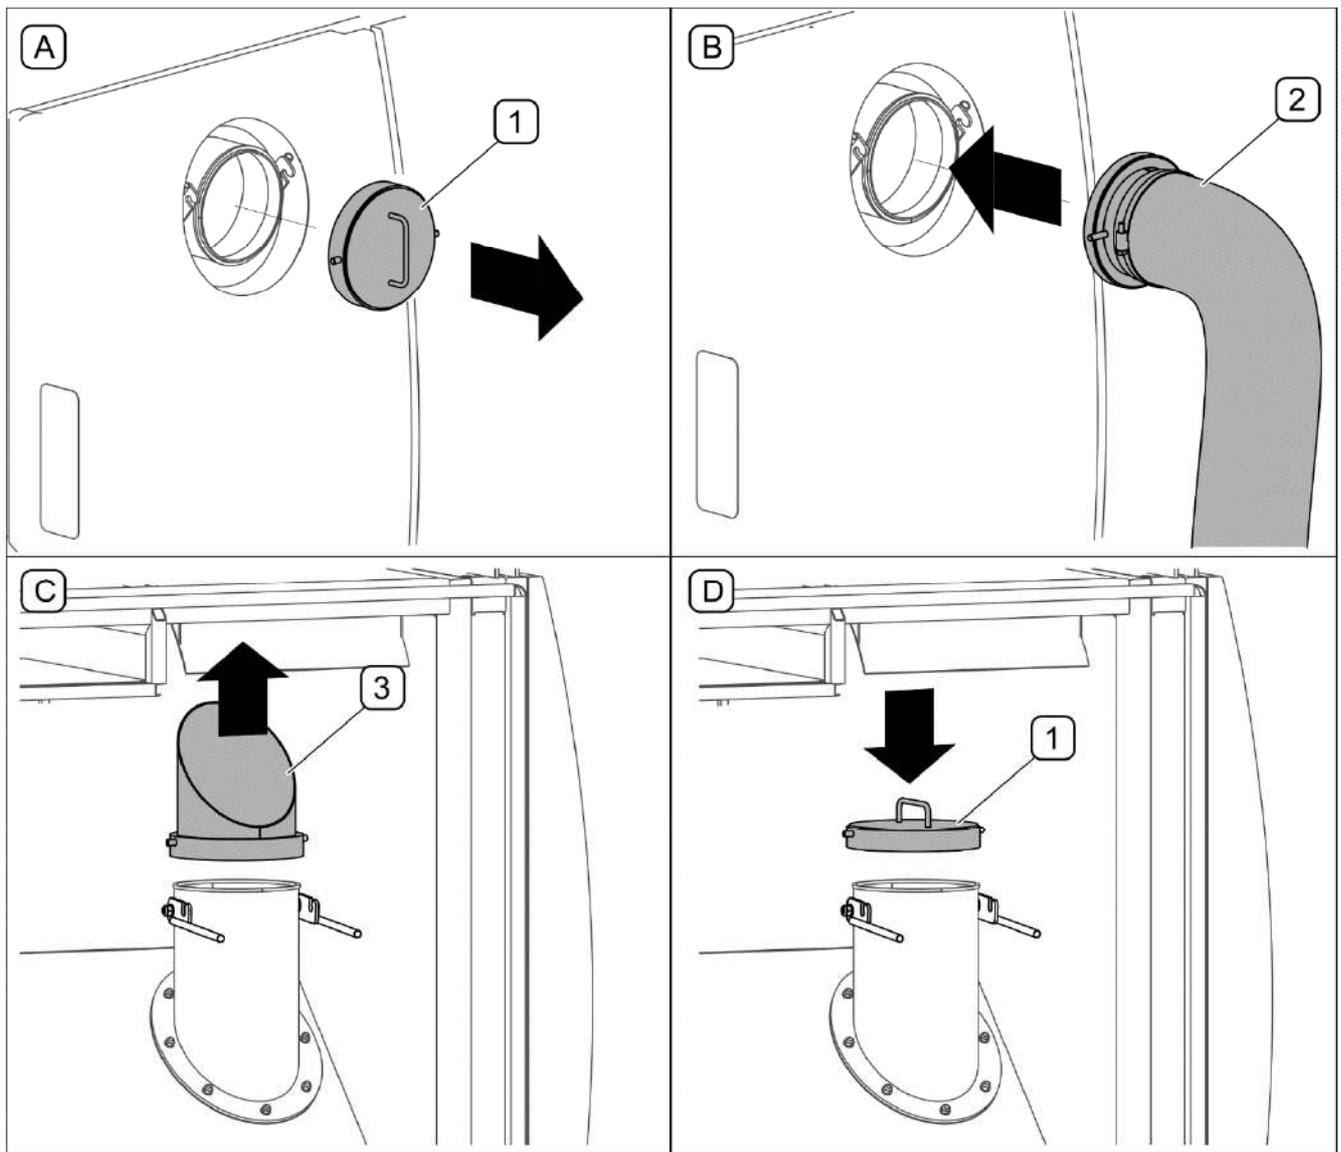

FIGURE 4.18 L'installation du dispositif de ramassage des feuilles
En option, la balayuse ZMC2.0 peut être équipée d'un dispositif latéral pour le ramassage des feuilles. Le dispositif doit être fixé à l'ouverture de la paroi latérale après le démontage du capot de fermeture (1). Pour augmenter la force d'aspiration pendant le travail avec le dispositif de ramassage des feuilles, il convient de fermer l'aspiration du circuit d'aspiration en installant le capot de fermeture (1) à la place du manchon (3) à l'intérieur du réservoir aux impuretés (FIGURE 4.18)